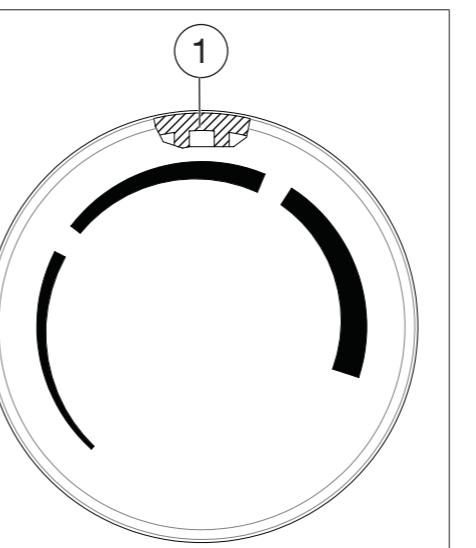

Fig. 5: Profil aux rainures sur la poignée manuelle
**i** Assurez-vous que le profil aux larges rainures à l'intérieur de la poignée manuelle soit positionné en haut ou se trouve à la position de l'échelle de température indiquée sur la Fig. 5.